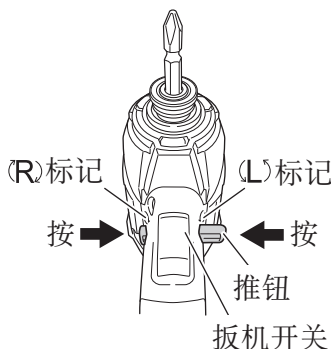

图11
按推钮的 L（左）侧使钻头逆时针旋转。（请参照 图11）。（机身上标有 (L) 和 (R) 标记。）